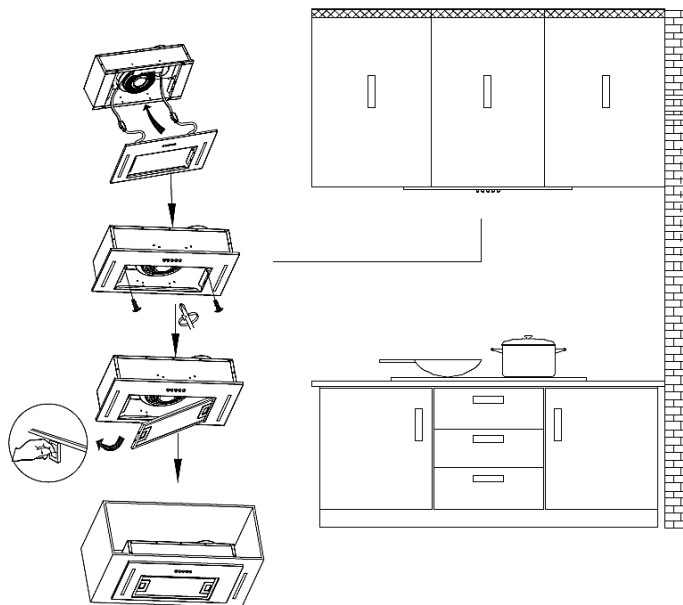

Рисунок 9
7. Соедините ранее снятые провода LED лампочек между съёмной панелью и защитным коробом. Затем установите переднюю панель и закрутите ее двумя винтами. Установите жировой фильтр на место (см. рисунок 9)